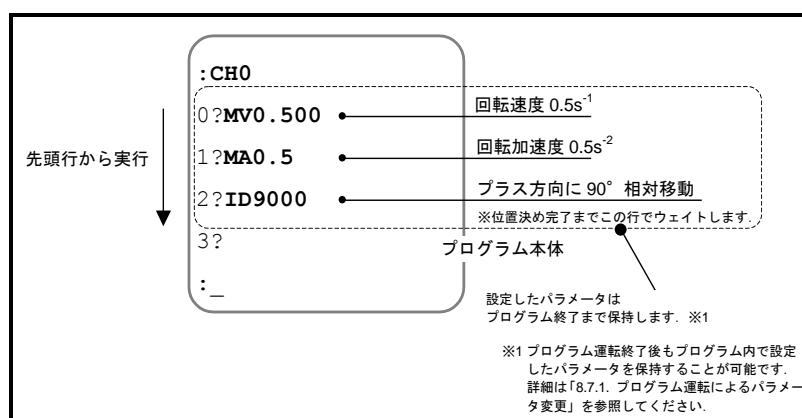

図 6-7 : プログラムの内容
- 例として「図 6-7 : プログラムの内容」のプログラムを起動します。
- ◇ 「図 6-7 : プログラムの内容」はチャンネル 0 のプログラムなので、コマンド SP0 を入力します。